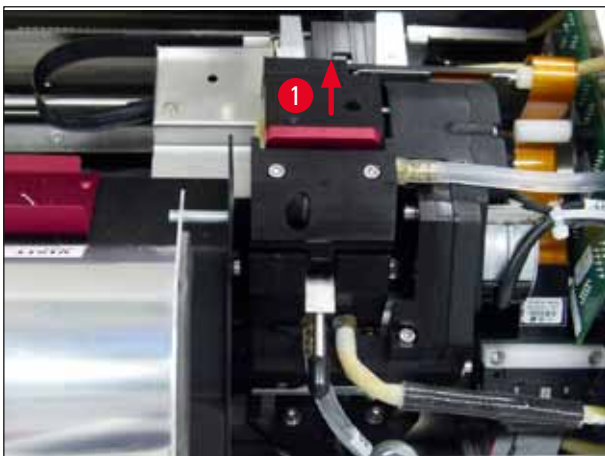

Fig. 52
2. Skrivarhuvudet (→ "Fig. 52-1") förflyttas uppåt och stannar cirka 1 cm från tätningssläppen (→ "Fig. 52").